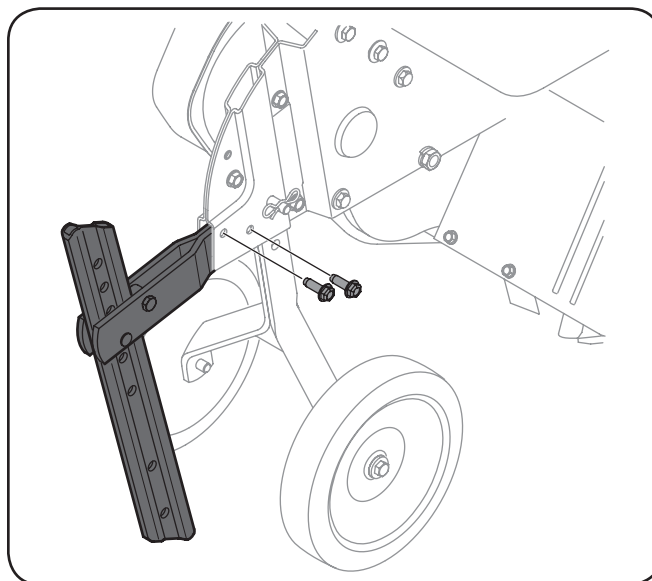

Figura 3-3
2. Retire los dos tornillos del soporte en el caso de la cadena. Vea la Figura 3-3.
3. Inserte el soporte horizontal en los soportes de caja de la cadena y asegure el conjunto de la estaca de profundidad en su lugar con los tornillos que acaba de sacar en el paso 1. Véase la Figura 3-3.